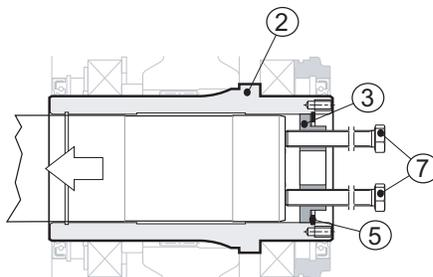

Fig. 17
Insérez dans les deux trous filetés sur le fond (pos. 3) n ° 2 vis (pos. 7), vissez-les jusqu'à ce qu'ils reposent sur l'arbre de la machine (pos. 1), puis continuez à les visser alternativement, en faisant au plus un tour à la fois (voir Fig. 17 (p. 26)).